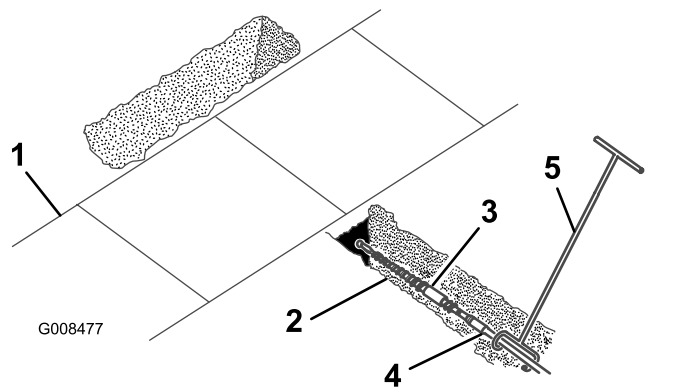

Bild 5
4. Bringen Sie das Stangenführungswerkzeug an der Stange direkt hinter dem Bohrer an (**Bild 5**).
5. Die Person, die den Bohrer führt, sollte rechts vom Graben stehen (**Bild 5**). Lassen Sie den Motor an, stellen Sie das Pumpenauswahlventil auf Langsam (Schildkröte) (nur Zugmaschinen der Serie 200 und 300), stellen Sie die Gasbedienung auf den mittleren Umdrehungsbereich und ziehen Sie den Hilfshydraulikhebel nach hinten, damit sich der Bohrer vorwärts dreht.
6. Bewegen Sie die Zugmaschine langsam vorwärts, während die Person mit dem Stangenführungswerkzeug den Bohrer in den Boden führt (**Bild 5**).